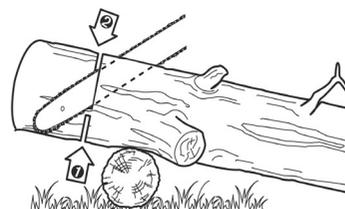

Fig. 39
- > Si le tronc est surélevé d'un seul côté (Fig. 39), coupez environ 1/3 de son diamètre par en dessous, puis terminez la coupe par le dessus, de manière à rejoindre la première entaille.